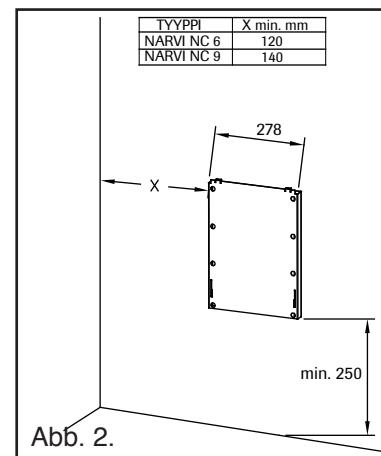

Abb. 2.
- Befestigen Sie die Befestigungsplatte mit den beigelegten Schrauben entsprechend der Abb. 2 an der Wand.